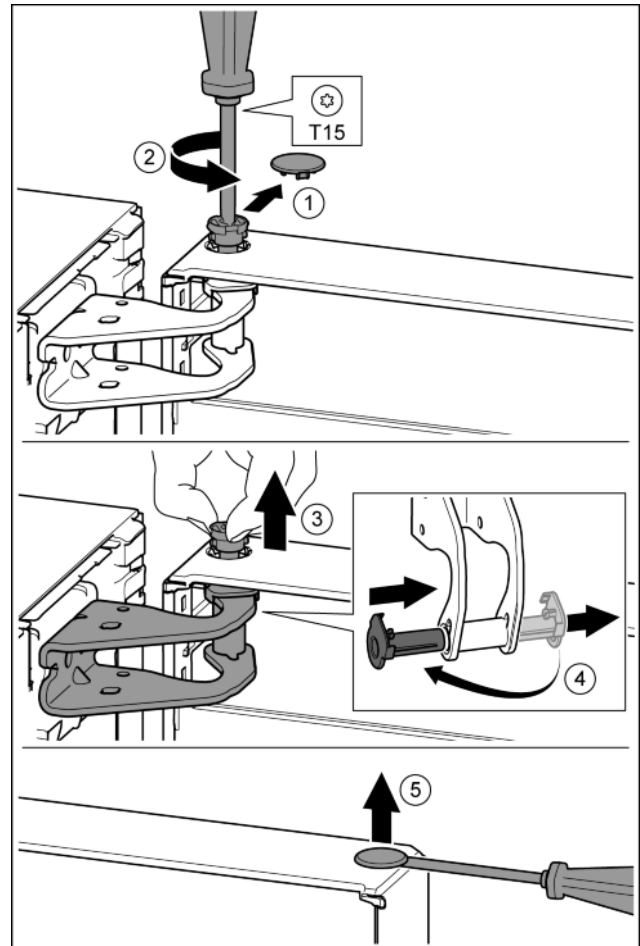

Fig. 11
- ▶ Sicherungsabdeckung vorsichtig abziehen. Fig. 11 (1)
- ▶ Bolzen mit Schraubendreher T15 ein Stück herausdrehen. Fig. 11 (2)
- ▶ Tür festhalten und Bolzen mit den Fingern herausziehen. Fig. 11 (3)
- ▶ Lagerbuchse aus Führung ziehen. Von der anderen Seite einsetzen und einrasten. Fig. 11 (4)
- ▶ Stopfen aus der Tür Lagerbuchse vorsichtig mit einem Schlitzschraubendreher anheben und herausziehen. Fig. 11 (5)